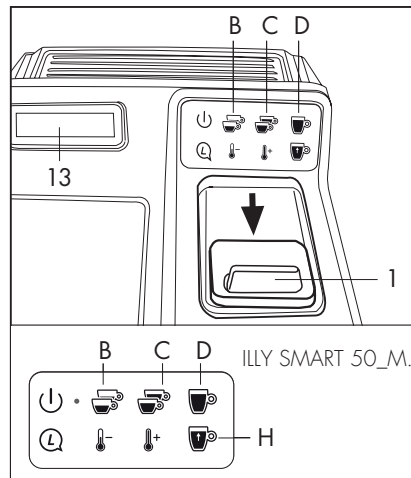

Fig. 14
- Cierre la tapa (1).
- Presione una de las teclas (B) (C) (D) (H solo para el modelo ILLY SMART 50\_M.L) para iniciar el tipo de preparación elegida y mantenerlo presionado hasta alcanzar la cantidad deseada. **(Fig. 14)**
- En el display LCD (13) aparece el texto "en dispensación aprendizaje".